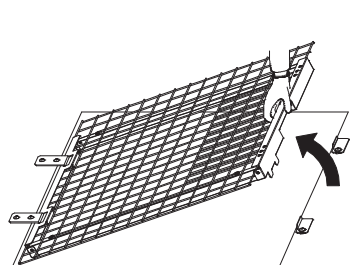

Afbeelding 4
- (1) Verwijder de tape die de 2 haken (beschermnet) vastzet om de 2 haken (beschermnet) te draaien. (Raadpleeg **Afbeelding 4**.)